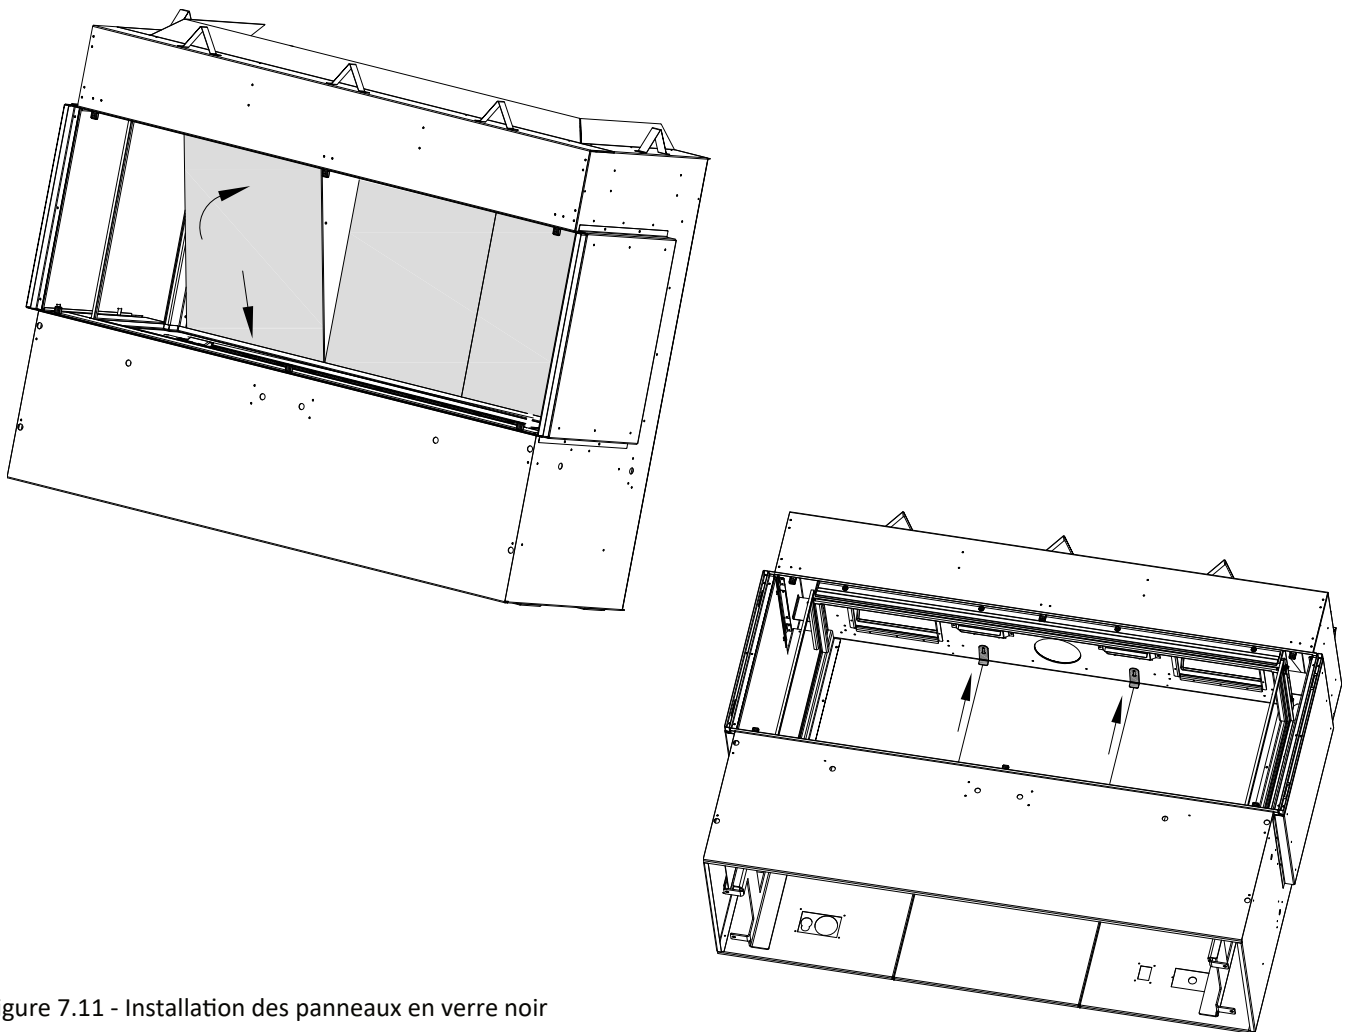

Figure 7.11 - Installation des panneaux en verre noir
2. Installez dans le foyer les (3) panneaux arrière intérieurs en verre noir. Ces trois panneaux sont de même format et sont donc interchangeables. Fixez-les avec (2) clips pour panneaux arrière intérieurs et (2) vis à métal, tel que montré à la Figure 7.11.